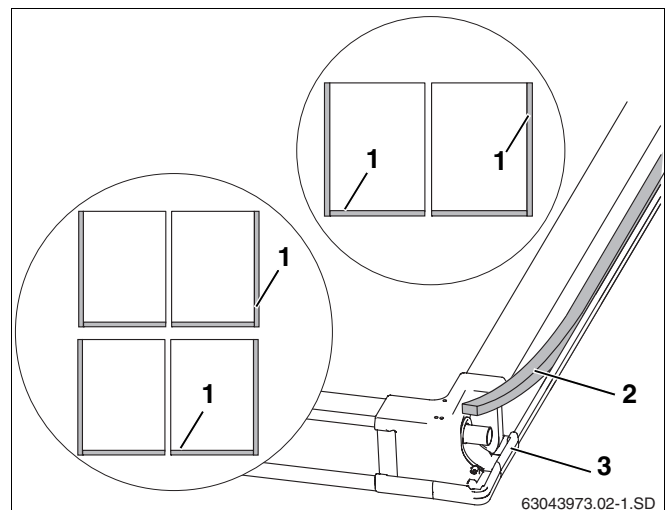

Fig. 21 Partie arrière du capteur
Les connexions des tôles de recouvrement latérales et inférieures avec les capteurs (fig. 21, **pos. 1**) doivent être étanchéifiées avec la bande d'étanchéité.
- Poser la bande d'étanchéité (fig. 21, **pos. 2**), avec le côté collant vers le bas, dans la rainure des côtés extérieurs des capteurs externes et dans la partie inférieure de chaque capteur (fig. 21, **pos. 1**) y compris les raccords d'angle (fig. 21, **pos. 3**).